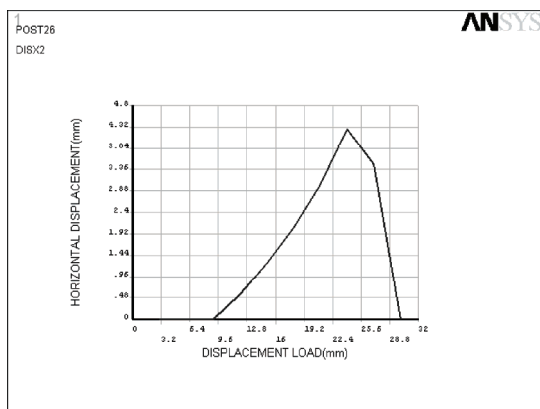

图 5-199 L 点水平位移和压下位移的变化关系
22) 选择 Main Menu | TimeHist Postpro | Graph Variables 命令, 出现 Graph Time-History Variables 对话框, 在 NVAR1 1st variable to graph 输入栏中输入 3, 单击 OK 按钮, ANSYS 显示窗口将显示 L 点水平位移和压下位移的变化关系曲线, 如图 5-199 所示。